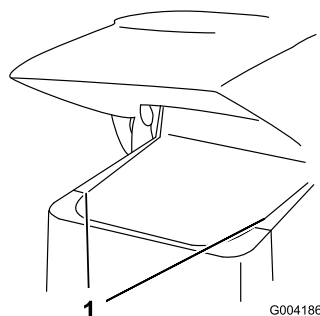

Figura 25
2. Deslice las rejillas laterales (Figura 25) hacia arriba y retírelas de las ranuras de la rejilla delantera y del bastidor.